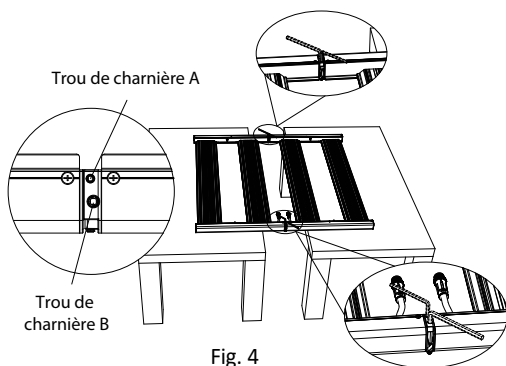

Fig. 4
d. Utilisez une clé Allen (Partie C) pour desserrer les trous A et B des deux charnières latérales, comme le montre la figure 4.